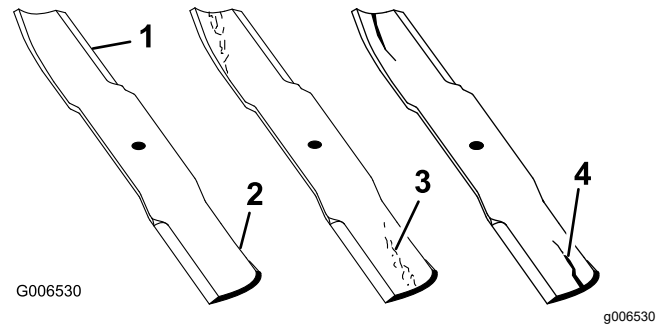

Figura 80
1. Inspeccione los filos de corte (Figura 80).
4. Si observa fisuras, desgaste o la formación de una ranura en esta zona, instale de inmediato una cuchilla nueva (Figura 80).